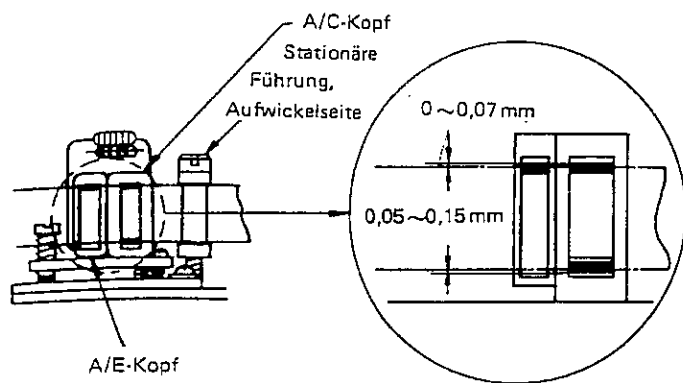

Abbildung 25.
3. Überprüfen, ob der A/C-Kopf die in Abb. 25 dargestellte Höhe und Neigung zum Band aufweist.
5. Wie aus Abb. 25 ersichtlich, sollte die Höhe des A/C-Kopfes mit Bezug auf das Band eingestellt werden.